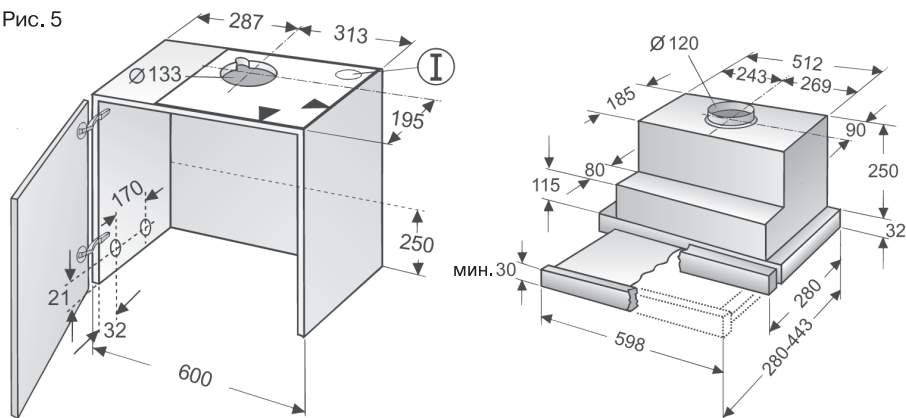

Рис. 8
Эта вытяжка предусмотрена для установки в основной шкаф со следующими размерами (рис. 8):
- Наметьте на внутренних стенках шкафа справа и слева по две точки – места, где будет крепиться вытяжка (рис. 8).
- Для того, чтобы наметить места крепления вытяжки, воспользуйтесь прилагаемым шаблоном II (рис. 8).
- Места крепления вытяжки на шаблоне рассчитаны таким образом, чтобы можно было установить на корпусе планку с ручкой толщиной 20 мм (рис. 8).
Для этого шаблон II соответственно сдвиньте назад (рис. 8).